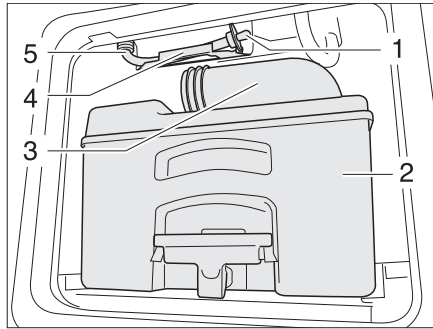

Fig. 362 Conduttura di scarico serbatoio dell'acqua toilette
- Svuotare e pulire la cassetta (Fig. 362,2) in un punto di smaltimento appositamente previsto.
- Far aprire i bocchettoni di scarico (Fig. 362,3).
- Prendere la condotta di scarico (Fig. 362,5) dal supporto (Fig. 362,4).
- Togliere il tappo di scarico (Fig. 362,1) e far defluire l'acqua residua.